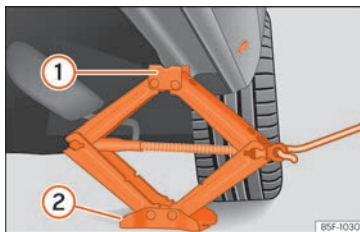

Fig. 47 Larguero: colocación del gato del vehículo.
- Gire la manivela del gato, situado bajo el punto de apoyo del larguero, para elevarlo hasta que la pestaña ① »» fig. 47 quede situada bajo el alojamiento previsto.
- Alinee el gato de modo que la pestaña ① “agarre” en el alojamiento previsto del larguero y la placa base móvil ② quede apoyada en el suelo. La placa base ② debe caer en la vertical respecto al punto de apoyo ①.